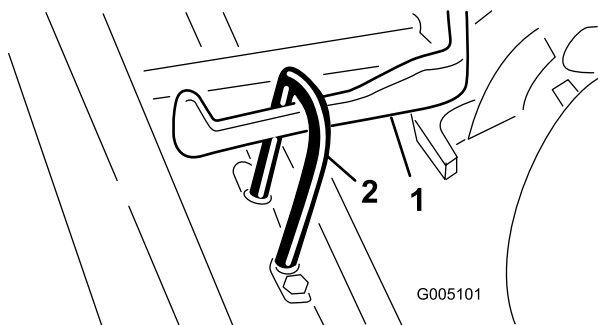

図 12
3. カッティングユニットをプル・フレームの下に引き入れ、吊り輪（フープ）を昇降アームに引っかける（図 12）。